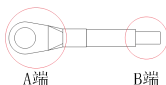

图 1-2 接线端子示意图
(5) 接地安装: MV810-PNET01 在配线时, 须做接地安装, 接地线材须用户自行准备和压接, 如图 1-2。